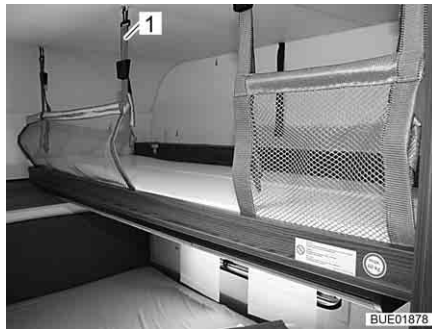

Bild 90 Skåpsäng med uppspant skyddsnät
- Haka fast säkerhetsremmarna (Bild 90,1) i krokarna i taket.